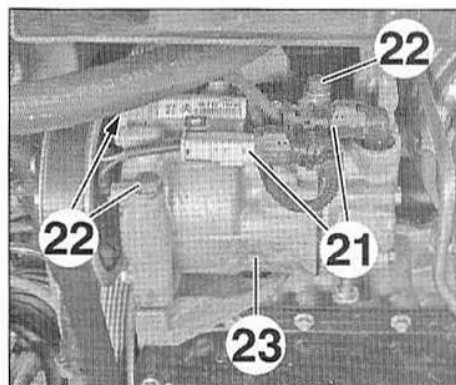

FIG.155
- Débrancher les connecteurs (21) (Fig.155).
- Déposer les vis (22).
- Sans débrancher les canalisations de climatisation, écarter et brider le compresseur (23).